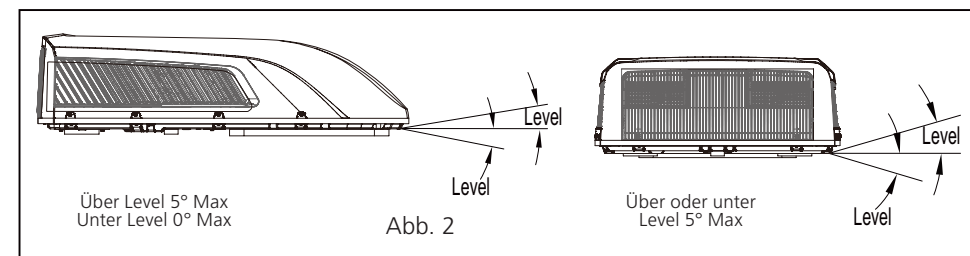

Abb. 2
- Die Dachklimaanlage muss auf einer ebenen Fläche von vorne nach hinten und von einer Seite zur anderen montiert werden, wenn das Fahrzeug auf einer ebenen Fläche geparkt ist. Abbildung 2 zeigt die maximal zulässigen Neigungswinkel, um die das Gerät über oder unter der horizontalen Ebene montiert werden kann.